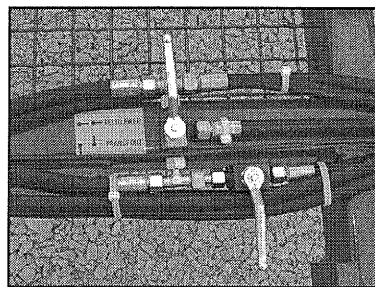

Fig. 12: Position des robinets multi-voies
2. Placer les leviers des robinets multi-voies **TRANSPORT / CHAMP** perpendiculairement au sens d'avancement (voir fig. 12).
3. Placer les leviers des robinets multi-voies **TRANSPORT / CHAMP** perpendiculairement au sens d'avancement (voir fig. 12).